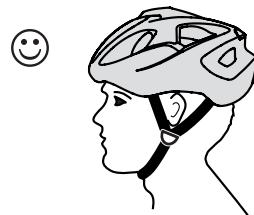

fig. 1a
- Le casque doit toujours être placé à l'horizontal sur votre tête (fig. 1a)